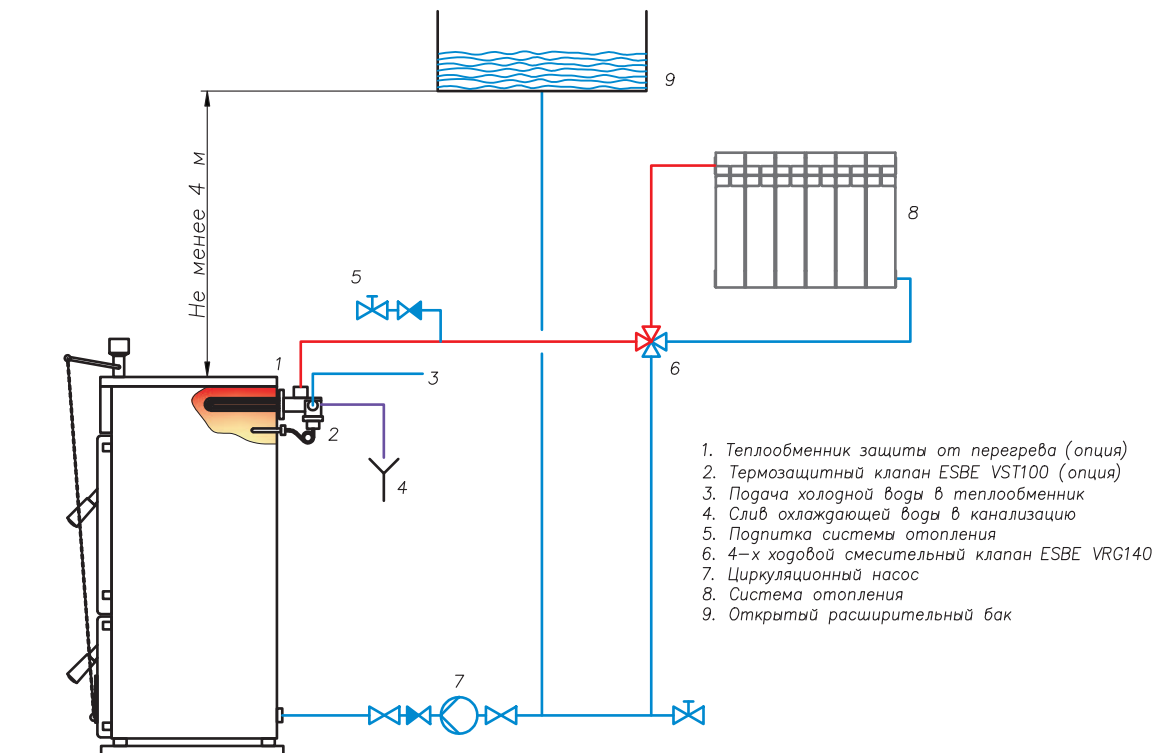

Рис.3 Схема котла с открытой системой отопления и принудительной циркуляцией теплоносителя
4.4. Рекомендуется установка охлаждающего теплообменника (опция), для предотвращения перегрева котла свыше 95 °С. Схема установки представлена на рис. 3. Теплообменник необходимо установить на подающей линии от котла и присоединить к системе холодного водоснабжения через термозащитный клапан (входит в комплект теплообменника). Выход из теплообменника следует подключить к канализации. Нагретая вода подлежит сливу в канализацию. Для установки теплообменника необходимо снять заднюю облицовку котла, снять фланцевый переходник подающего патрубка котла и установить охлаждающий теплообменник. Погружную гильзу термозащитного клапана установить в резьбовое отверстие котла (см. рис. 3).